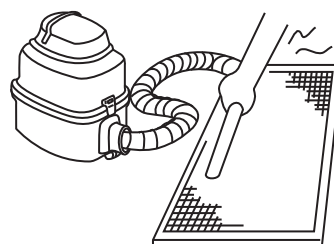

fig. 9-3
- *El lado del paso de aire debe estar orientado hacia arriba si se usa una aspiradora (véase la *fig. 9-3*).*